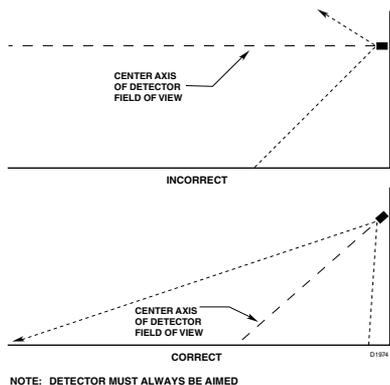

Figura 1—Orientação do detector em relação ao horizonte
- O detector deve estar voltado para baixo, pelo menos 10 a 20 graus para permitir que as aberturas das lentes drenem. Ver Figura 1. **O detector deve estar posicionado de forma que o FOV não cubra áreas fora da área de requer monitoramento de detecção de incêndio.** Isto minimizará a possibilidade de falsos alarmes provocados por atividades fora da área que necessita de proteção.
(Ver Figura 1 para orientação correta do detector.)